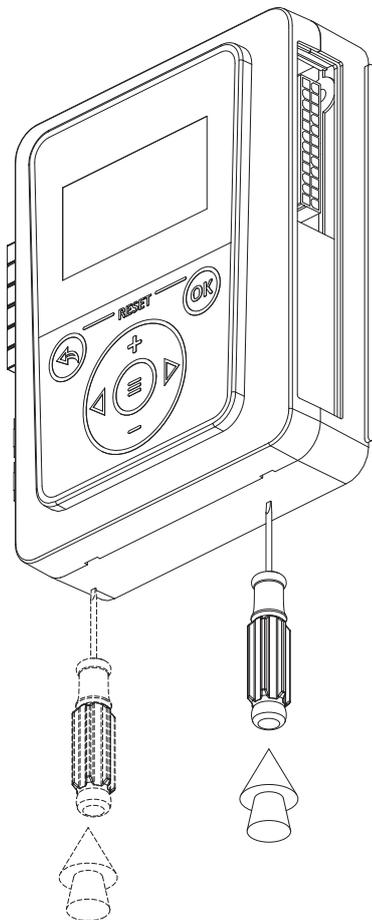

Рис.12 Демонтаж лицевой панели
3. снимите контроллер с основания (рис.12);